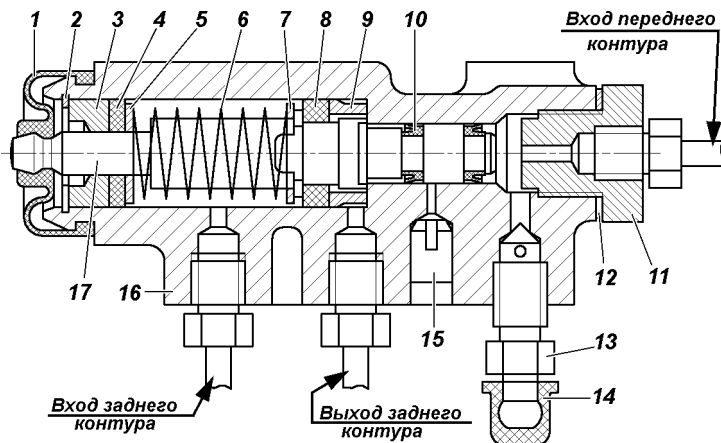

Рис. 9.56. Регулятор давления:
Регулятор давления (рис. 9.56). При обслуживании проверяйте работоспособность регулятора давления. Очищайте регулятор от грязи и проверяйте надежность его крепления. Внешним осмотром убедитесь, что регулятор и детали его привода не имеют повреждений, отсутствуют подтекания тормозной жидкости и люфты в соединении стойки с упругим рычагом и кронштейном на заднем мосту.
Обращайте внимание при осмотрах гидропривода на расположение контрольной заглушки 15 (см. рис. 9.56) и отсутствие подтекания из-под нее тормозной жидкости. В нормальном состоянии заглушка должна быть утоплена в отверстие корпуса регулятора до упора. При выступании заглушки из отверстия и подтекании тормозной жидкости регулятор подлежит ремонту или замене.
3. Завернуть болт 4 до соприкосновения его с хвостовиком поршня 17 (см. рис. 9.56) регулятора, довернуть болт на 2/3 оборота (4 грани головки болта) и затянуть контргайку.
5. Проверить правильность регулировки при движении автомобиля. Для этого, двигаясь по прямому горизонтальному участку дороги с сухим асфальтовым покрытием, затормозить автомобиль до блокировки колес. При исправном регуляторе и правильно выполненной регулировке привода должно быть некоторое опережение блокировки передних колес относительно задних. В случае опережающей блокировки задних колес дополнительно отвернуть болт 4 (см. рис. 9.56) на 1-2 грани головки болта и повторить проверку при движении автомобиля.